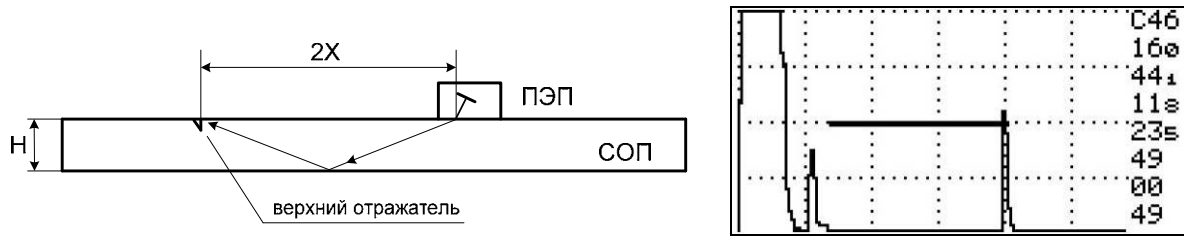

Рисунок 80 – Установка длительность строба.
6.3.1.7 Перемещая ПЭП по образцу на расстоянии  $2X$ , увеличивая чувствительность, найти максимум первого эхо-сигнала от верхнего отражателя однократно отражённым лучом и довести его уровень до середины экрана (см. рисунок 80). Значение усиления в примере – 46дБ.
6.3.1.8 Длительность строба установить по заднему фронту эхо-сигнала (см. рисунок 80).